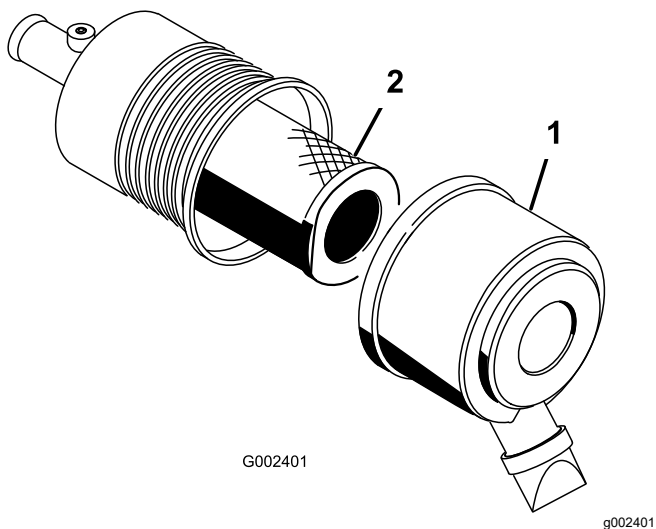

图 50
2. 松开将空气滤清器盖固定到空气滤清器壳体上的搭扣 (图 50)。
3. 从空气滤清器壳体上取下空气滤清器盖 (图 50)。
5. 拆下并更换滤清器 (图 50)。